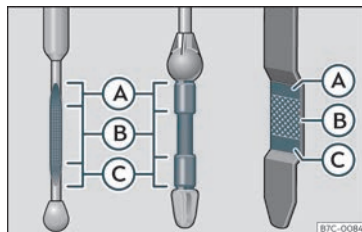

Fig. 257 Vareta de medição do nível de óleo.
- Em seguida, retire-a novamente e verifique o nível do óleo >>> **Fig. 257**. Caso seja necessário, reponha óleo do motor.
- Quando o nível de óleo atingir pelo menos a zona »» Fig. 257 (B), enrosque a tampa do bocal de enchimento com cuidado »» ⚠.
Se o nível do óleo se encontrar por cima da zona »» Fig. 257 (A), não ponha o motor em funcionamento. Pode causar danos no motor e no catalisador. Dirija-se a uma oficina especializada.
O nível do óleo não pode ultrapassar, em caso algum, a zona »» Fig. 257 (A). Caso contrário, poderia ser aspirado óleo pela ventilação do cárter da cambota e chegar à atmosfera através do sistema de escape.